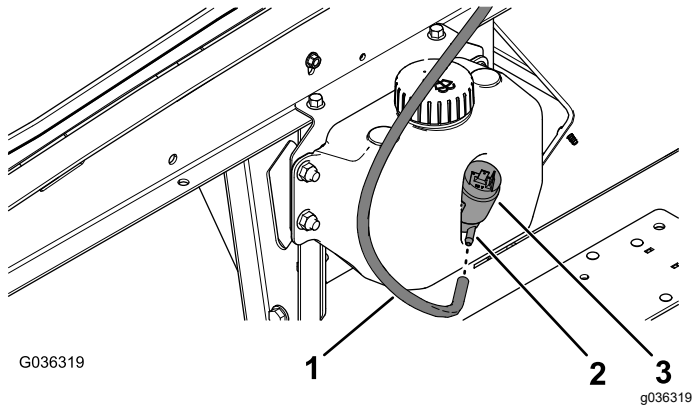

Bild 8
1. Fluchten Sie das Schlauchende am Behälter für die Scheibenwaschanlagenflüssigkeit mit dem gezahnten Anschlussstück in der Scheibenwaschanlagenpumpe aus (Bild 8).
2. Schieben Sie den Schlauch auf das Anschlussstück, bis er fest auf dem Anschlussstück sitzt (Bild 8).